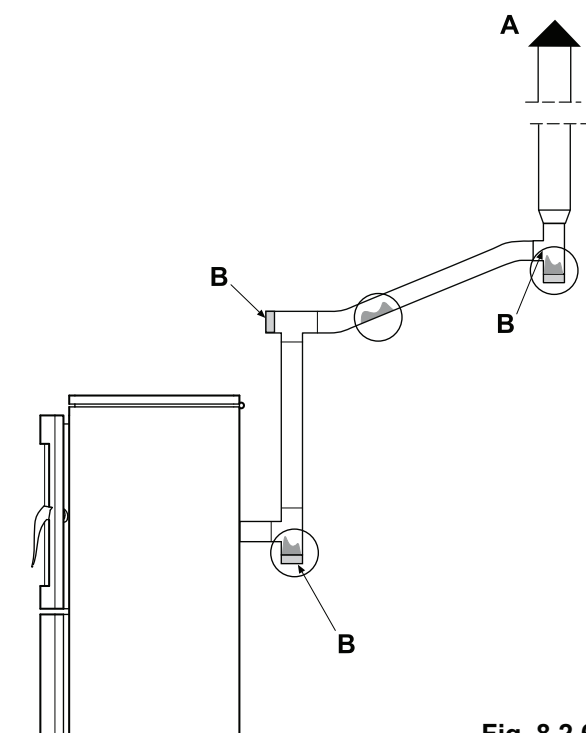

Fig. 8.2.6
A) Mitron anti-vent (fig. 8.2.6).
B) Regard (fig. 8.2.6).
A) Chimenea antiviento (Fig. 8.2.6).
B) Registro (Fig. 8.2.6).